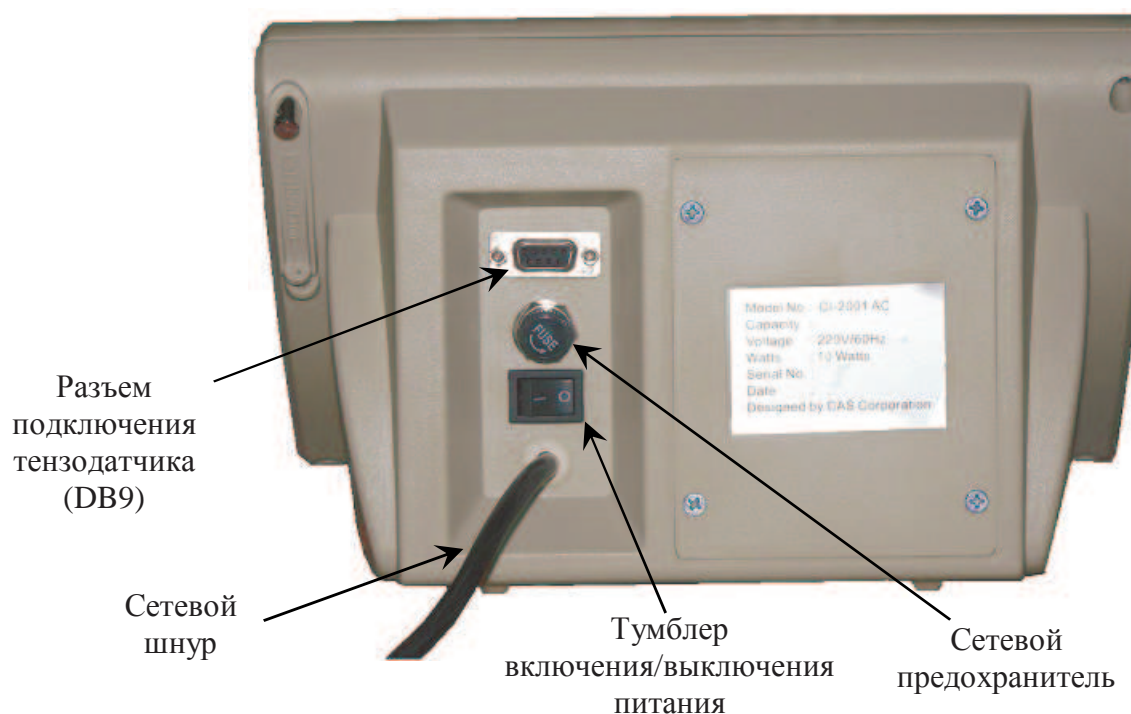

Рисунок 4.2 – Вид разъемов на задней панели индикатора
- ❑ Для включения индикатора переключить тумблер в положение « I ». Тумблер включения/выключения питания расположен на задней панели индикатора (см. рисунок 4.2). В течение нескольких секунд будет происходить тестирование. После завершения тестирования индикатор перейдет в режим взвешивания. На дисплее высветятся нулевые показания и включатся указатели **НУЛЬ** и **СТАБЛ**.